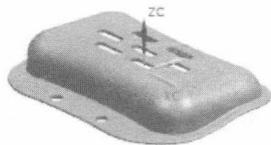

图 1.2 定义后的模具坐标系
Step2. 锁定模具坐标系。在“注塑模向导”功能选项卡 **主要** 区域中单击“模具 CSYS”按钮 ，系统弹出“模具 CSYS”对话框；选中 **产品实体中心** 单选项，然后选中 **锁定 Z 位置** 复选框；单击 **确定** 按钮，完成模具坐标系的定义，结果如图 1.2 所示。